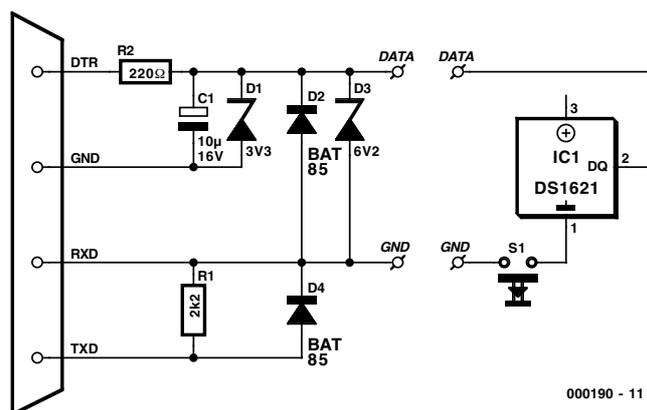
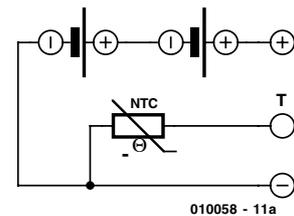
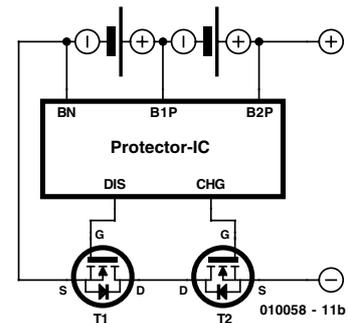

Figure 1. Le matériel se résume en fait à une interface pour le port RS-232 et à un bouton-poussoir avec composant 1-Wire.
Figure 1a. Circuit d'un bloc d'accumulateur à capteur thermique.
Figure 1b. Circuit d'un bloc d'accumulateur à circuit intégré de protection.
La **figure 1** donne le schéma de l'ensemble de l'électronique mise en oeuvre ici. Nous découvrons, sur la gauche, l'interface PC, les boutons-poussoirs dotés des composants « 1-Wire » se trouvant sur la droite du schéma. Comme nous le disions, le QuizMaster accepte un maximum de 20 de ces composants pris en parallèle et connectés au bus « 1-Wire » par le biais des lignes DATA et GND. Dès que l'on a une action sur le bouton-poussoir S1 le composant « 1-Wire » correspondant, IC1 dans le cas présent, est relié au bus de sorte que le PC peut l'identifier.
La figure 1 donne des exemples de mise en circuit de blocs d'accumulateurs. Dans cas le plus simple, un capteur de température NTC vient encore s'ajouter aux éléments de l'accumulateur (figure 1a). On obtient une protection plus efficace contre la surcharge ou la décharge complète du bloc d'accumulateur avec un circuit intégré de protection spécial (figure 1b, cf. dans ce cadre le paragraphe « Circuits intégrés actuels »). Ce composant surveille la tension des éléments et coupe s'il y a lieu le courant de charge ou de décharge à l'aide de deux FETMOS. Les FETMOS T1 et T2 sont commutés en opposition, sinon la diode intrinsèque, la « body diode », laisserait
**Tableau 2. Circuits intégrés de protection pour packs d'accus Li-Ion** (similaires à celui de la figure 1b)